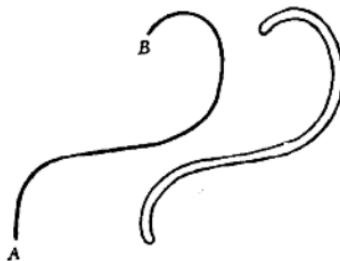

图 1-3
2. 在白纸上随意画一条不规则的曲线，你能用直尺测出这条曲线的长度吗？这可以借助一根柔软而又不易伸长的金属丝，如用一段相当长度的熔丝来测量（图 1-3）。